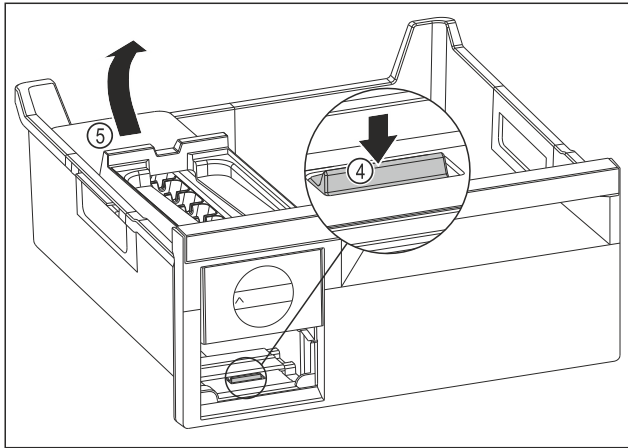

Fig. 74
- ▶ Odoberte korpus EasyTwist-Ice: Strmeň Fig. 74 (4) zatlačte prstom nadol a súčasne druhou rukou zdvihnite zozadu korpus EasyTwist-Ice Fig. 74 (5).